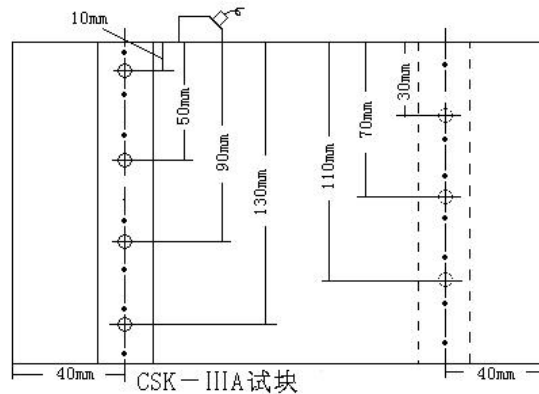

图 4-10
2、将探头与参考试块耦合，使第一个参考点回波达到最高（我们用CSK-III A试块如图4-10）。